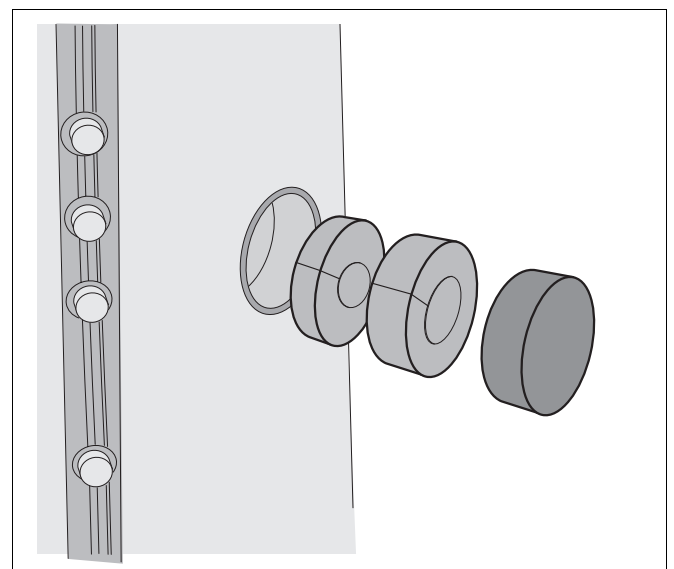

Abb. 11 Kleinteile Wärmeschutz am Blindstutzen
- Am Blindstutzen (Abb. 11) Wärmeschutzteile einlegen und Abdeckhaube einsetzen.